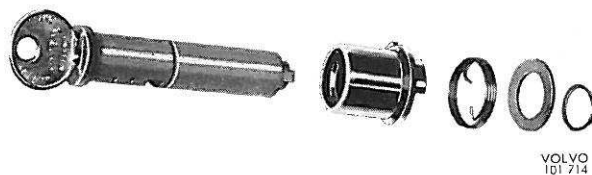

Figure 16. Bouton-poussoir de fermeture désassemblé
2. Enlever de circlips (figure 16).